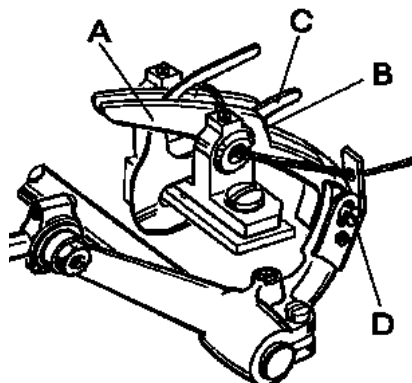

Fig. 6
On the two thread double locked stitch machines, the height of the looper thread take-up (A, Fig. 6) is set so that the cast-off hook (C) forces the looper thread over the corner (B) of the looper thread take-up (A) at the time the point of the descending needle is flush with the lower edge of looper or projects up to 1 mm (0.40 in.) below the lower edge of looper.
For setting the looper thread take-up loosen screw (D, Fig. 6). When the needle point is positioned above the lower edge of looper, the looper thread take-up (A) has to be raised accordingly. When the needle point is positioned more than 1 mm (.040 in.) below the lower edge of looper the looper thread take-up (A) has to be lowered accordingly. Retighten screw (D).
Bei den Zweifaden-Doppelkettenstich-Nähmaschinen wird die Höhe des Greiferfadenaufnehmers (A, Fig. 6) so eingestellt, daß der Greiferfadenabzugshaken (C) den Greiferfaden zu dem Zeitpunkt über die Ecke (B) am Greiferfadenaufnehmer (A) abwirft, wenn die Spitze der sich nach unten bewegenden Nadel mit der Unterkante des Greifers bündig ist oder bis zu 1 mm unterhalb der Greiferunterkante steht.
Zur Einstellung des Greiferfadenaufnehmers lösen Sie die Schraube (D, Fig. 6). Steht die Nadelspitze oberhalb der Greiferunterkante, muß der Greiferfadenaufnehmer (A) entsprechend höher gestellt werden. Steht die Nadelspitze mehr als 1 mm unter der Greiferunterkante, muß der Greiferfadenaufnehmer entsprechend tiefer gestellt werden. Ziehen Sie die Schraube (D) wieder an.